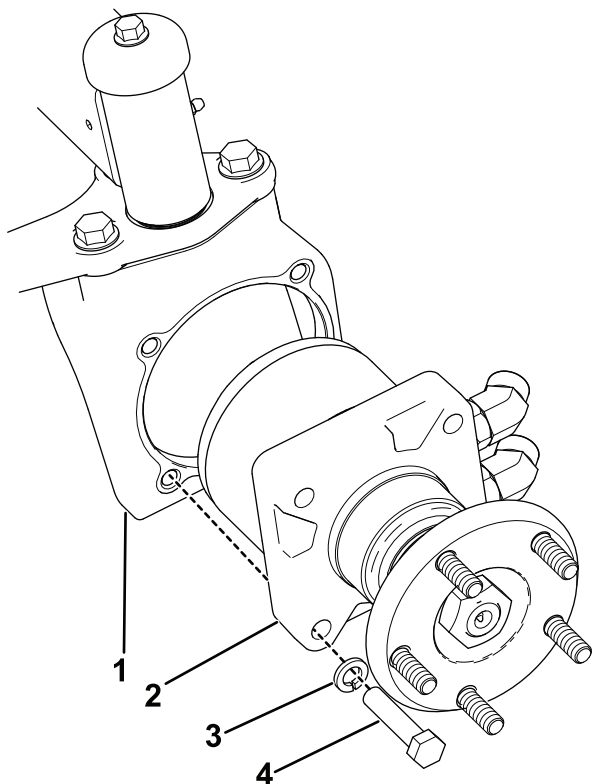

Figure 3
- Montez le moteur de roue correspondant dans chaque logement sur la roue au moyen de 4 boulons (½" x 2¼") et 4 rondelles frein (½"), comme montré à la Figure 3. Serrez les boulons à un couple de 108 à 136 N·m.